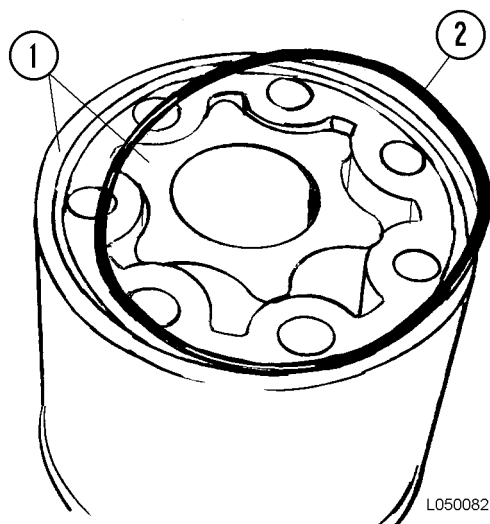

FIGURA 5-5. DESMONTAJE DE LA CUBIERTA DEL EXTREMO
4. Retire la cubierta del extremo (4) y la junta tórica (2, Figura 5-5).